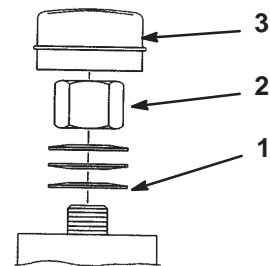

Figure 59
3. Retirez le capuchon anti-poussière de la roue et serrez le contre-écrou (Fig. 59).
4. Continuez de le serrer jusqu'à ce que les rondelles élastiques soient aplaties, puis desserrez-le de 1/4 de tour pour obtenir la précharge correcte des roulements (Fig. 59).
**Important** Veillez à installer les rondelles comme illustré à la Figure 59.